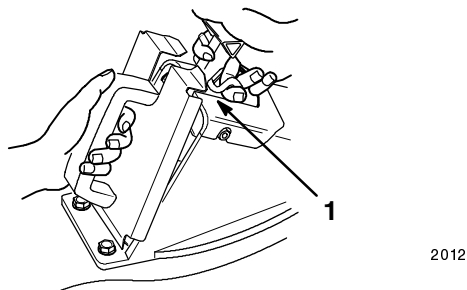

Figure 53
4. Introduisez l'obturbateur dans l'éjecteur et montez la partie inférieure en premier (Fig. 53).
5. Soulevez le verrou de la poignée du volet (Fig. 53) et enfoncez complètement le haut de l'obturbateur tout en tirant la poignée en arrière.